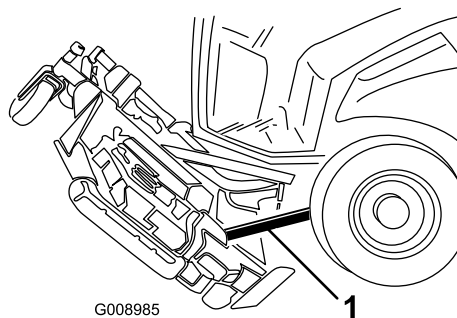

図 92
5. デッキの後部と機体の間に 5 x 10 cm 程度の角材を入れる（図 92）。